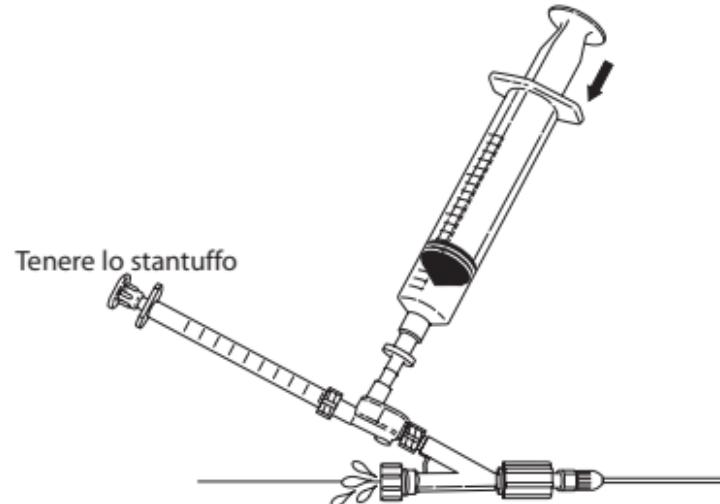

Fig. 6
8. Eliminare eventuali bolle d'aria restanti tenendo fermo lo stantuffo della siringa da 1 mL e premendo lentamente la siringa da 20 mL per far fuoriuscire eventuali bolle d'aria restanti. Dopo la rimozione di tutta l'aria dal sistema, serrare la valvola Tuohy-Borst attorno al filo di occlusione della punta. (**Fig. 6**)